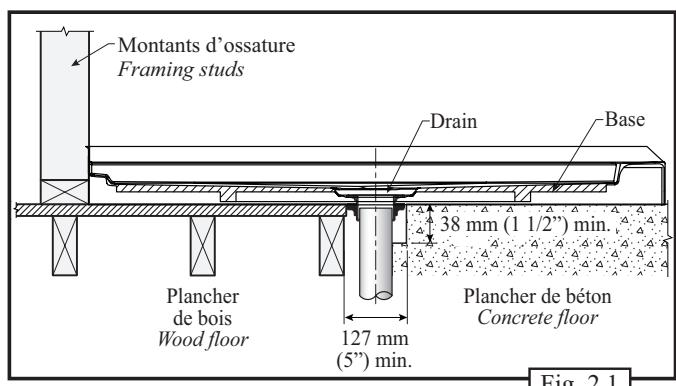

Fig. 2.1
Marquer l'emplacement du drain. Découper ou percer le trou du drain et installer la plomberie d'évacuation. Le tuyau de renvoi de 50 mm (2") doit être à environ 19 mm (3/4")\* sous le niveau du plancher (fig. 2 et fig. 2.1).
*Mark the drain location. Cut or drill the floor to accommodate plumbing. The 50 mm (2") drain pipe should be about 19 mm (3/4")\* below the floor line (fig. 2 and fig. 2.1).*